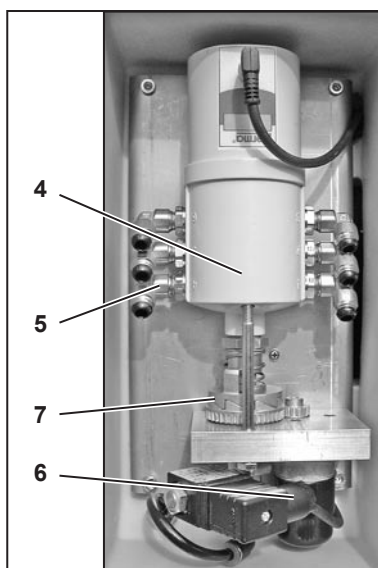

Fig. 3-2 Unité de pompage et distribution
- 4 Unité de pompage et distribution (fig. 3-2)
- 5 Raccordements de flexibles (fig. 3-2)
- 6 Moteur (fig. 3-2)
- 7 Coulisse (fig. 3-2)
- Introduire les extrémités des tubes dans les graisseurs (5, fig. 3-2) et vérifier l'étanchéité et la sûreté des raccords.